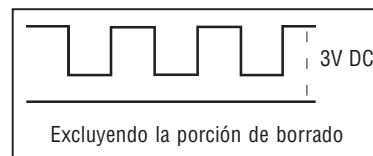

Fig. 1
3. Confirmar que el contraste varía a través del SUBCONTRASTE (DAC: B3) para obtener una forma de onda de 3.0Vp-p en el Osciloscopio (TP2). (Fig. 1)